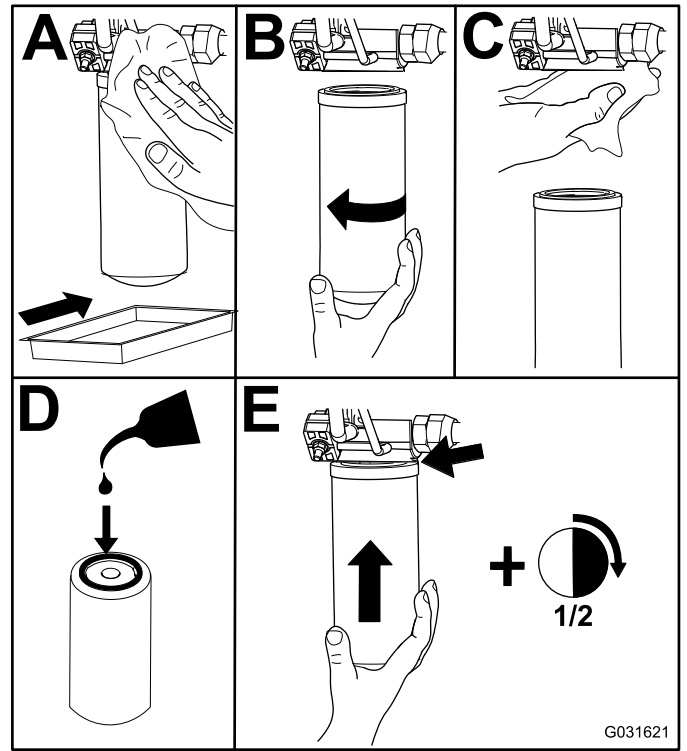

Bild 103
- Tauschen Sie die Hydraulikfilter aus (Bild 103).